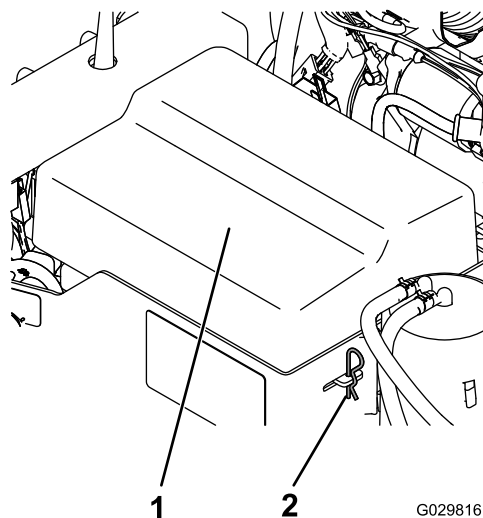

Figura 3
1. Retire os dois contrapinos que prendem a cobertura da bateria à caixa da bateria e retire a cobertura (Figura 3).
6. Alinhe a cobertura da bateria com a caixa da bateria e prenda a cobertura com os dois contrapinos (Figura 3).